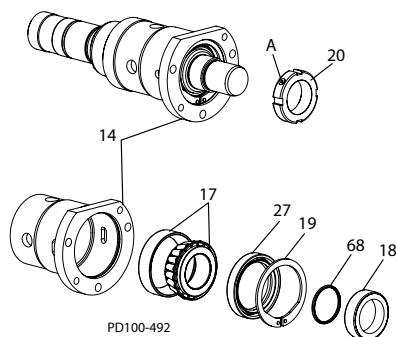

Figura 42 - Extraiga los cojinetes
1. Afloje los tornillos de ajuste/sujeción (Figura 42, renglón A) de las tuercas de ajuste del cojinete (elemento 20) y extraiga las tuercas de ajuste del cojinete.